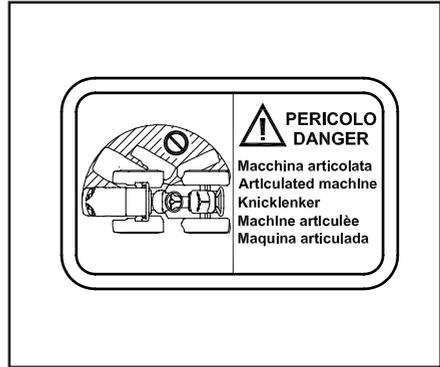

Abb. 2.30
28.6 Quetschgefahr Zentralgekenk (Abb.2.30)